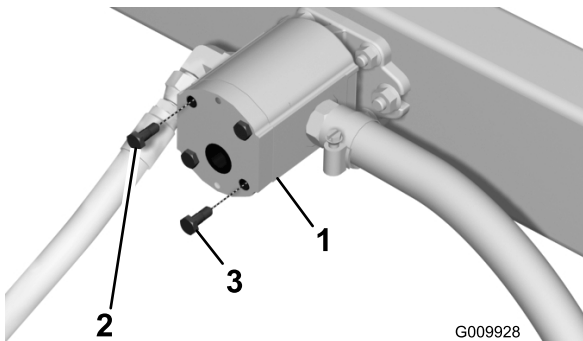

Figura 5
3. Rimuovete la vite in alto a sinistra e la vite in basso a destra dalla piastra della pompa esistente (Figura 5).